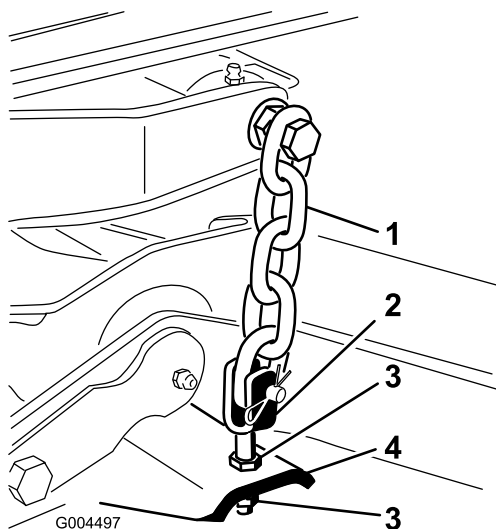

Figure 24
8. Ajustez les écrous de blocage qui fixent les chapes/chaînes au plateau de coupe jusqu'à ce que le plateau de coupe soit de niveau (Figure 24).
du plateau de coupe de sorte à obtenir une inclinaison de la lame de 8 mm (Figure 24).